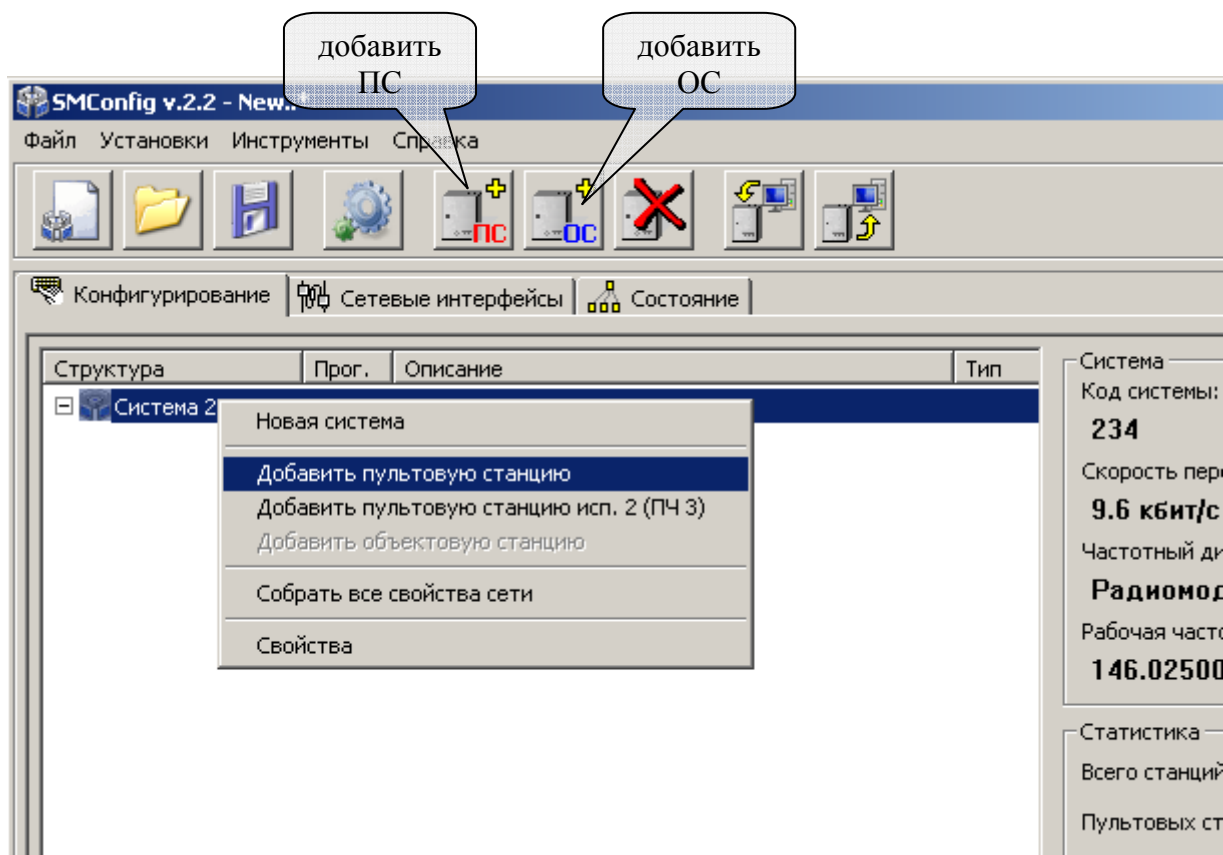

Рис. 32
3. Добавить в систему пульттовую станцию и необходимое количество объектовых станций (Рис. 32).